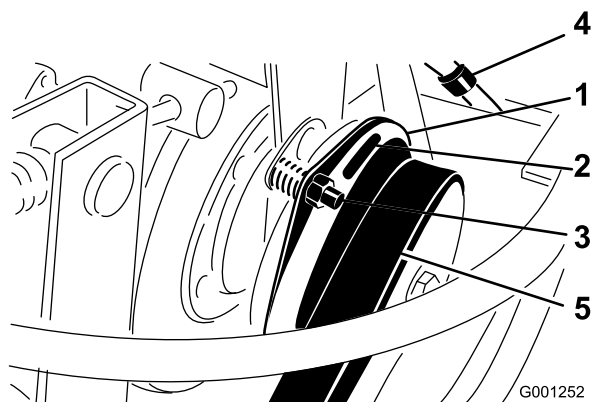

Figura 66
- Ajuste a folga de modo a permitir a introdução de um calibre de 0,381 mm entre a cobertura da embraiagem e a placa de fricção (Figura 66). Pode reduzir esta folga se rodar a porca de ajuste no sentido dos ponteiros do relógio (Figura 66). A folga máxima é de 0,762 mm. Ajuste as três folgas.